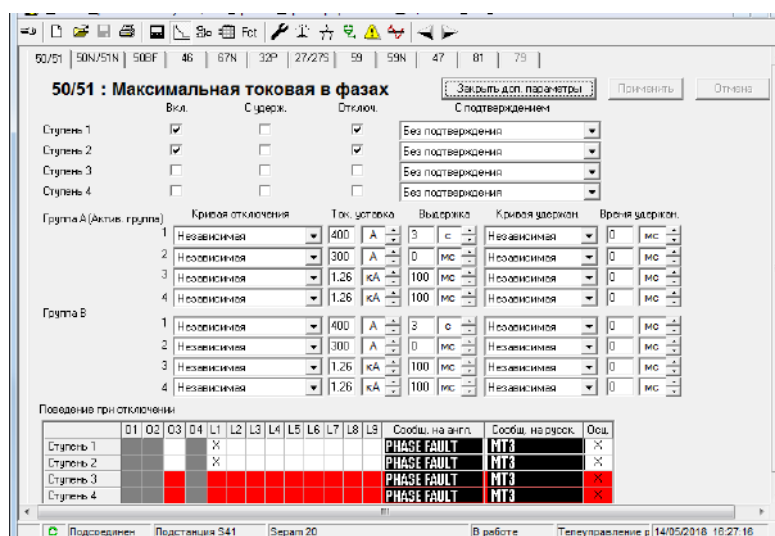

Рисунок 1.7 – Окно «Релейные защиты»
13. На иконке  на панели инструментов расположены параметры уставок (рис. 1.7), каждая вкладка отвечает за один вид релейной защиты. Вкладки представлены цифровыми кодами, полная расшифровка расположена в главной части окна и технической документации блока Sepam 40. Вкладки, обозначенные затененным символом, требуют установки дополнительных модулей для работы.